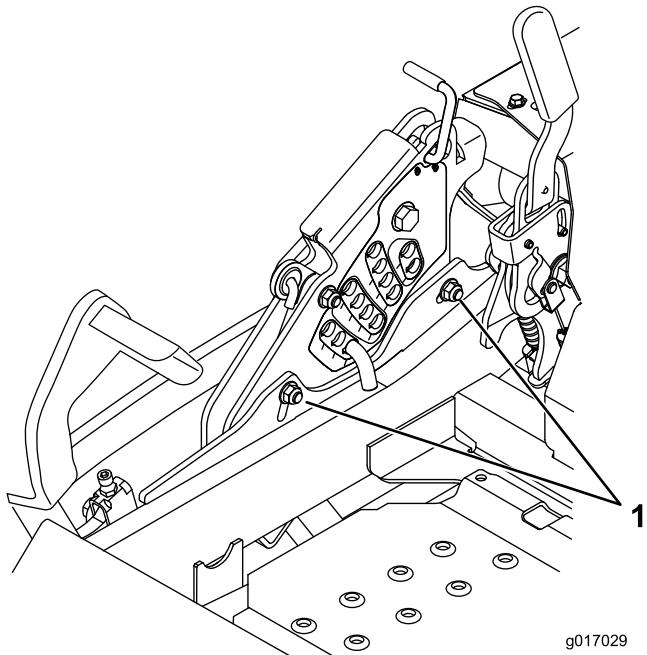

Figure 93
13. Pour régler le système monopoint, desserrez les 2 boulons au bas de la plaque de hauteur de coupe. Reportez-vous à Figure 93.
15. Serrez les 2 boulons au bas de la plaque de hauteur de coupe (Figure 93).